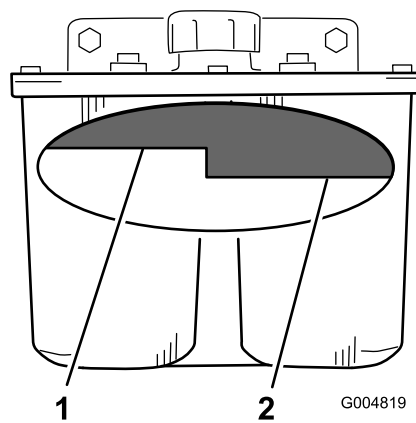

Figura 71
2. Pulite intorno al collo del bocchettone del serbatoio idraulico (Figura 71).
3. Togliete il tappo dal collo del bocchettone. Guardate all'interno per verificare se il serbatoio contiene del fluido (Figura 71).
Nota: Quando è caldo, il fluido deve raggiungere la parte superiore del livello a caldo sul diaframma (Figura 71).